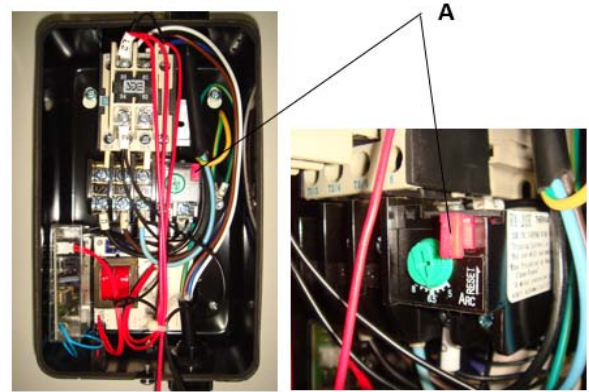

Abbildung 17
26. Zum Rückstellen des Überlastrelais die Rückstelltaste Reset (A, Abb. 17) drücken.